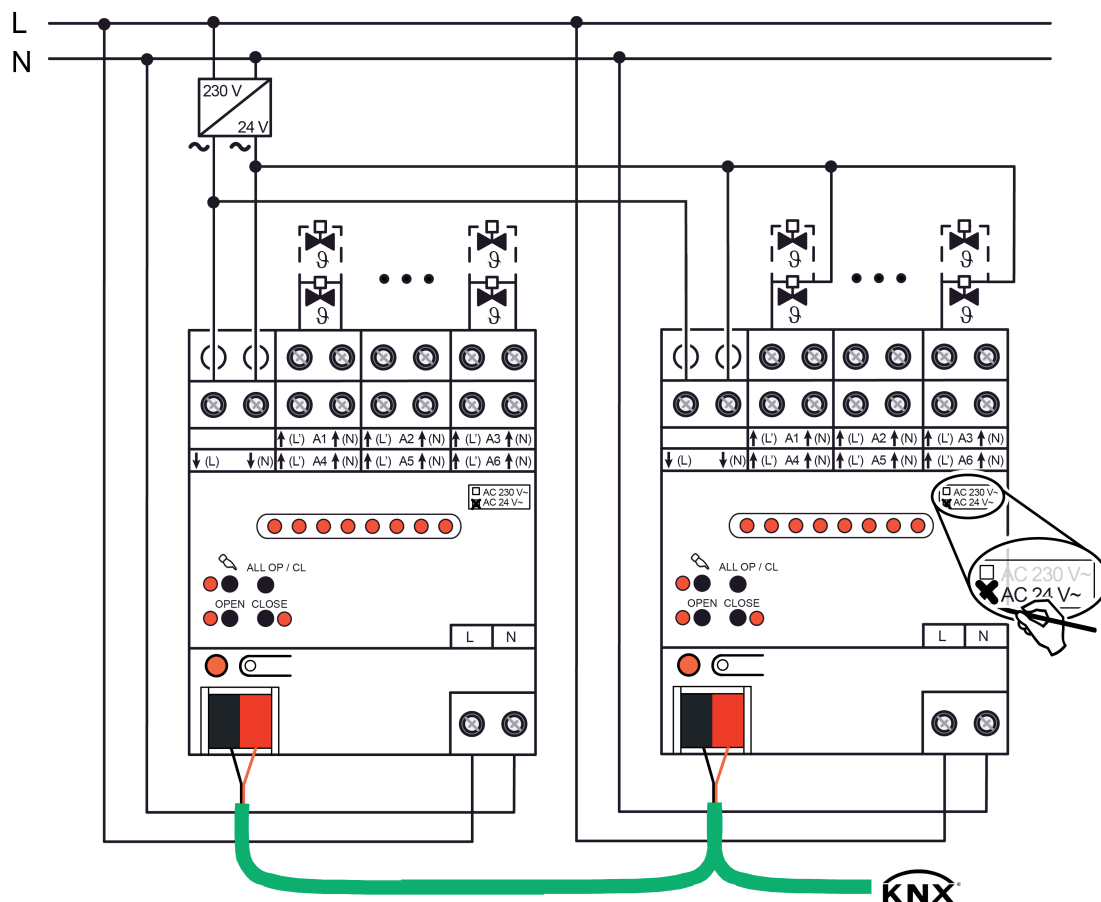

Figure 3: Raccordement de servomoteurs 24 V AC
- Raccorder les servomoteurs 24 V AC conformément au schéma de raccordement (figure 3). Il est possible de raccorder les servomoteurs soit individuellement et directement aux bornes des sorties de l'actionneur de chauffage (exemple de raccordement à gauche), soit par le biais d'un conducteur commun (exemple de raccordement à droite).